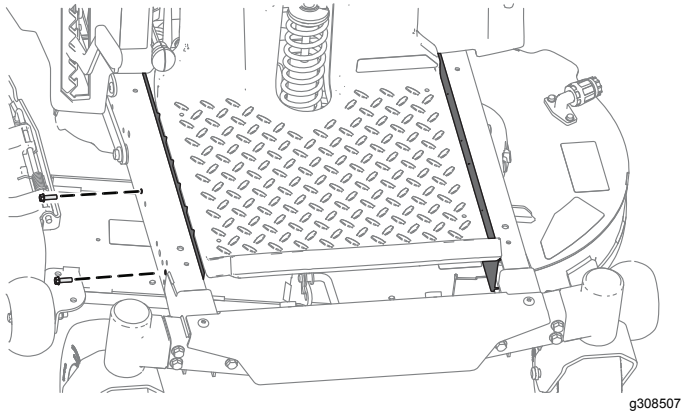

Figure 1
2. Déposez les protections de chaque côté du cadre (Figure 1).
2. Fixez les protections au cadre à l'aide des boulons retirés sous 2 Dépose des protections (page 2), comme montré à la Figure 1.